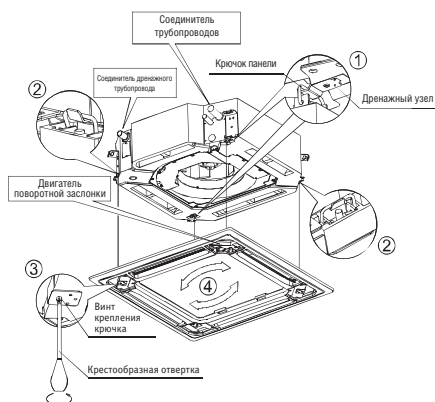

Рис. 12
- Выверните положение двигателя поворота заслонки в соответствии с положением соединителей трубопроводов на корпусе. (См. рис. 12)
- Соедините крючки панели, расположенные около двигателя и на противоположной от него стороне, с соответствующими крючками на дренажном узле. (См. рис. 12) Затем соедините оставшиеся два крючка панели с соответствующими крючками на корпусе. (См. рис. 12)
- Для установки панели в горизонтальное положение отрегулируйте положение винтов крепления крючков панели, после чего равномерно прикрутите их к потолку. (См. рис. 12)
- Для совмещения центра панели и центра отверстия отрегулируйте положение панели в направлении, указанном стрелкой. (См. рис. 12). Крючки на четырех углах должны быть надежно зафиксированы.